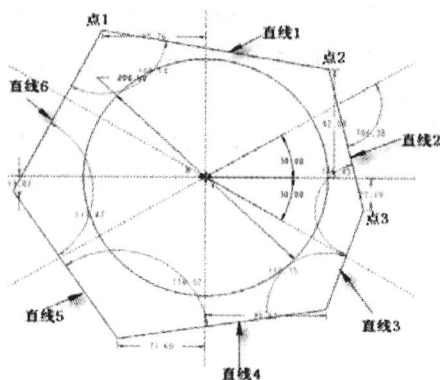

图 1-8 绘制六边形
Step1 单击“草绘器工具”工具栏中的“线”按钮 ，在圆外连续绘制 6 条首尾相接的直线 1、2、3、4、5、6（顺时针排列），捕捉直线 1 的起点作为直线 6 的终点，生成不规则的六边形，如图 1-8 所示。